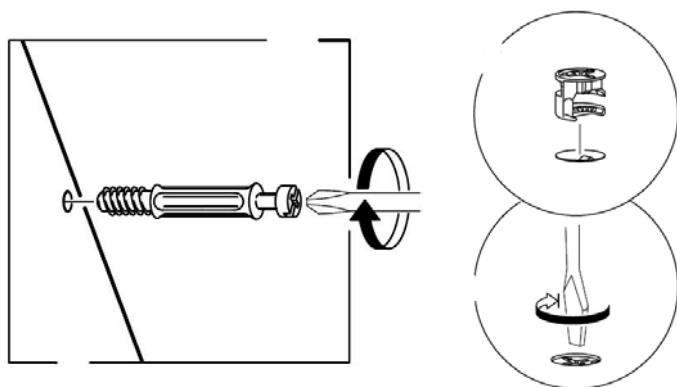
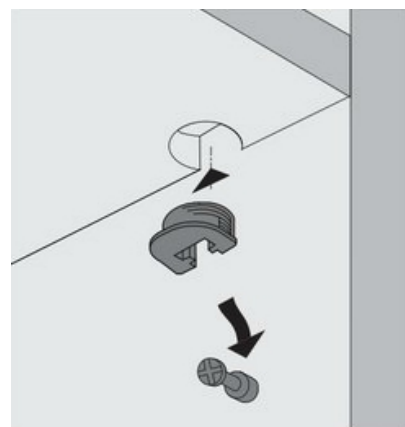

Рис. 1
Рис. 2
1. В верхний щит (94), горизонтальный щит (7), нижний щит (95), планку цокольную (98) в имеющиеся отверстия установить эксцентрики, таким образом, чтобы стрелка была повернута в сторону отверстия в торце.
В установленные муфты эксцентриковых стяжек на боковых стенках (1), (93), нижнем щите (95) ввернуть дюбели DU 644, в соседние отверстия установить шканты (рис.1).
2. Установить монтажные планки петель на боковые стенки (1) и (93) с помощью комплектных винтов.
3. При необходимости установить штоки полкодержателей в желаемый ряд отверстий на боковых стенках (1), (93). На полки (96) установить врезные полкодержатели (рис.2).
4. При необходимости на горизонтальный щит (7) установить выдвижную штангу с помощью шурупов 3,5х13мм.
6. Установить опоры на боковые стенки (1) и (93) с помощью шурупов 3,5х13мм.
7. К нижнему щиту (95) присоединить цокольную планку (98) так, чтобы дюбели вошли в предназначенные для них отверстия. Затянуть эксцентрики, повернув их на 180 градусов.
8. К боковой стенке (1) присоединить верхний щит (94), горизонтальный щит (7) и нижний щит (95) с помощью эксцентриковых стяжек и конфирмат-винтов. С другой стороны аналогичным образом присоединить боковую стенку (93). Затянуть эксцентрики, повернув их на 180 градусов.
9. Установить переднюю цокольную планку (97), закрепив ее к боковым стенкам конфирмат-винтами.
12. Сверху присоединить крышку (100) с помощью винтов М6х30мм.